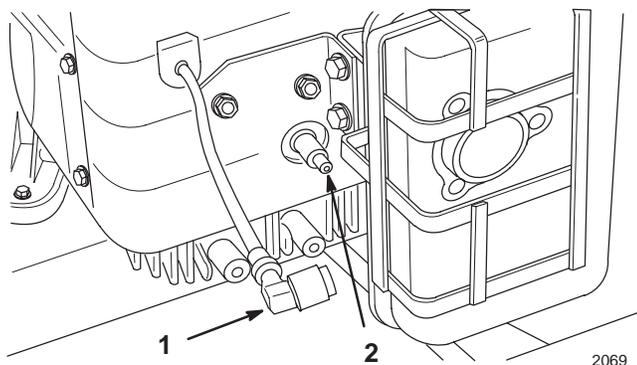

Figure 20
2. Débrancher le(s) fil(s) de la/des bougies (Fig. 20). Nettoyer tout autour des bougies pour éviter que des saletés ne tombent dans le moteur et ne l'endommagent.
3. Reconnecter les fils des bougies (Fig. 20).